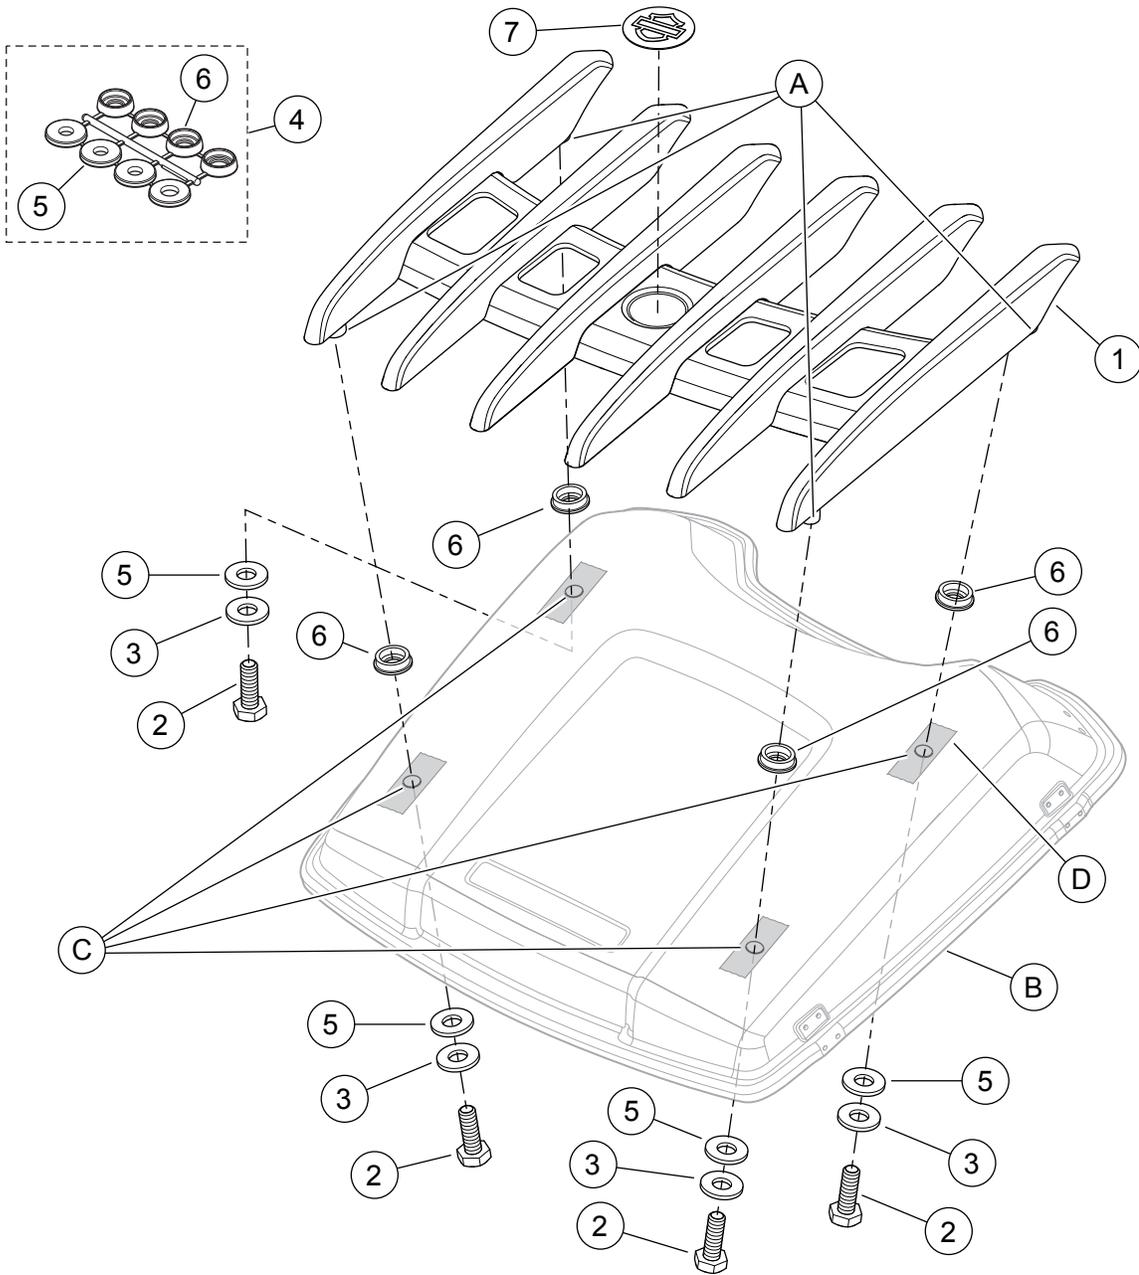

Figura 1. Peças de reposição, kit de bagageiro Tour-Pak Stealth
Consulte Figura 1 e Tabela 1.
2. Veja Figura 1. Corte os quatro coxins de montagem (6) e as arruelas (5) conjunto de coxim de montagem e arruela (4).